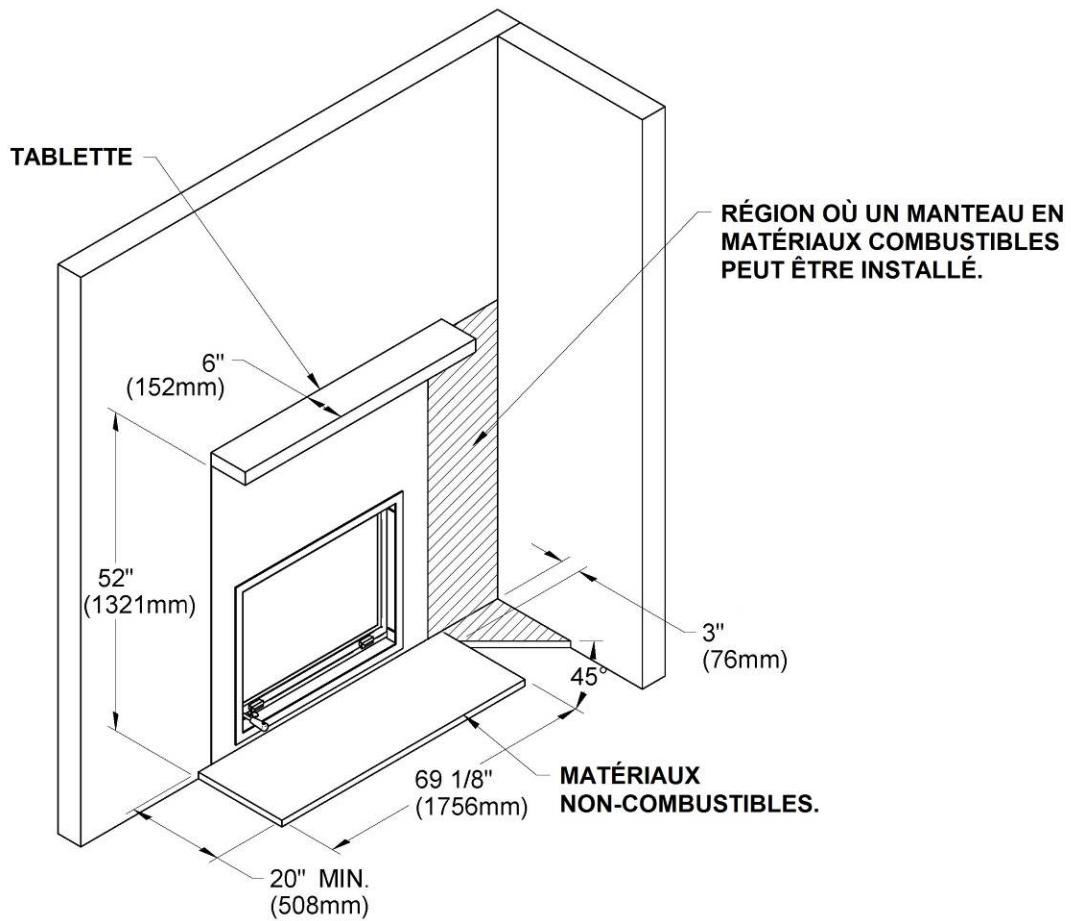

Figure 7
Il faut construire le châssis, le parement et le manteau en conformité avec les normes et les illustrations suivantes (**Figures 7 à 14**):
1. Les matériaux touchant directement la façade du foyer, et particulièrement la devanture horizontale et verticale, doivent être non-combustibles et posséder les dimensions minimales indiquées aux **Figures 7 et 8**.